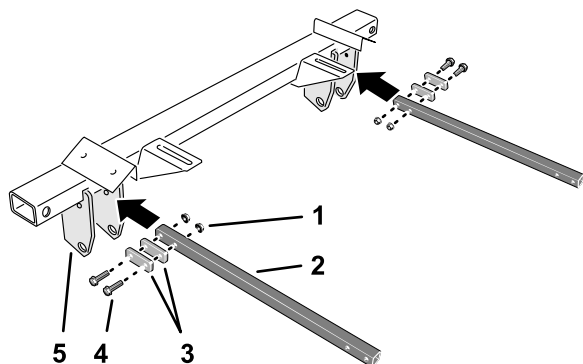

Figura 2
1. Montate senza serrare un tubo di distanziamento sulla staffa della cerniera della traversa posteriore con 2 distanziali, 2 viti a testa cilindrica flangiate ($\frac{3}{8}$ " x $2\frac{1}{2}$ ") e 2 dadi di bloccaggio flangiati ($\frac{3}{8}$ ") come mostrato nella Figura 2.
2. Montate senza serrare un tubo di distanziamento sulla staffa della cerniera sull'altra estremità della traversa posteriore (Figura 2) con 2 distanziali, 2 viti a testa cilindrica flangiate ($\frac{3}{8}$ " x 2 $\frac{1}{2}$ ") e 2 dadi di bloccaggio flangiate ($\frac{3}{8}$ ").